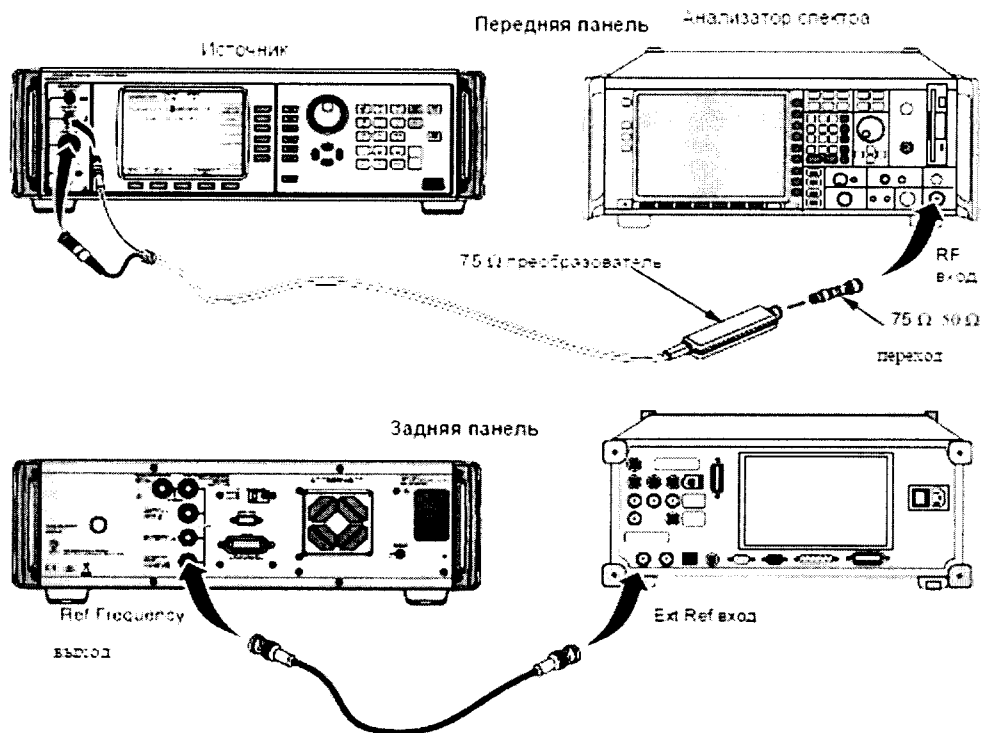

Рисунок 11.
8.14.3.1 Соединить выход преобразователя 75 Ом с высокочастотным входом анализатора спектра и выход REF FREQUENCY OUTPUT на задней панели источника со входом Ext Ref In на задней панели анализатора спектра (рисунок 11).